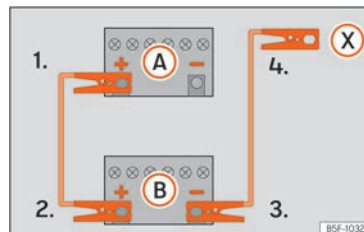

Fig. 54 Esquema de conexión para vehículos sin sistema Start Stop.
2. Emborne un extremo del cable rojo de emergencia al polo positivo (+) del vehículo con la batería descargada **A** » » » **fig. 54**.
- 4a. En los vehículos sin sistema Start-Stop: emborne un extremo del cable negro de emergencia al polo negativo (-) del vehículo que suministra la corriente **B** » » » **fig. 54**.